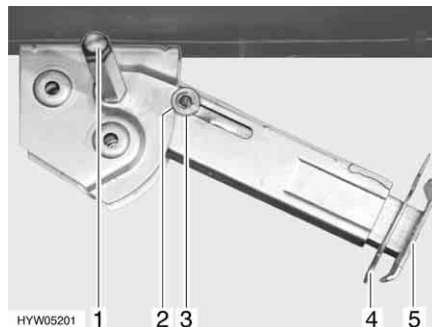

Fig. 36 Vérin stabilisateur
- Placer la clé à pipe sur l'écrou à six pans (Fig. 36,1) et tourner jusqu'à ce que le vérin stabilisateur soit en position verticale vers le bas.
- Retirer la goupille (Fig. 36,4) de la rallonge du pied d'appui (Fig. 36,5).
- Placer la clé à pipe sur l'écrou à six pans (Fig. 36,1) et tourner jusqu'à ce que le vérin stabilisateur se dégage du sol.
- Rentrer complètement la rallonge du pied d'appui (Fig. 36,5) et insérer la goupille (Fig. 36,4) dans le trou prévu à cet effet.
- Tourner la clé à pipe sur l'écrou à six pans (Fig. 36,1) jusqu'à ce que le vérin stabilisateur ait pivoté vers le haut et le disque de guidage (Fig. 36,3) soit complètement rentré dans l'encoche (Fig. 36,2).